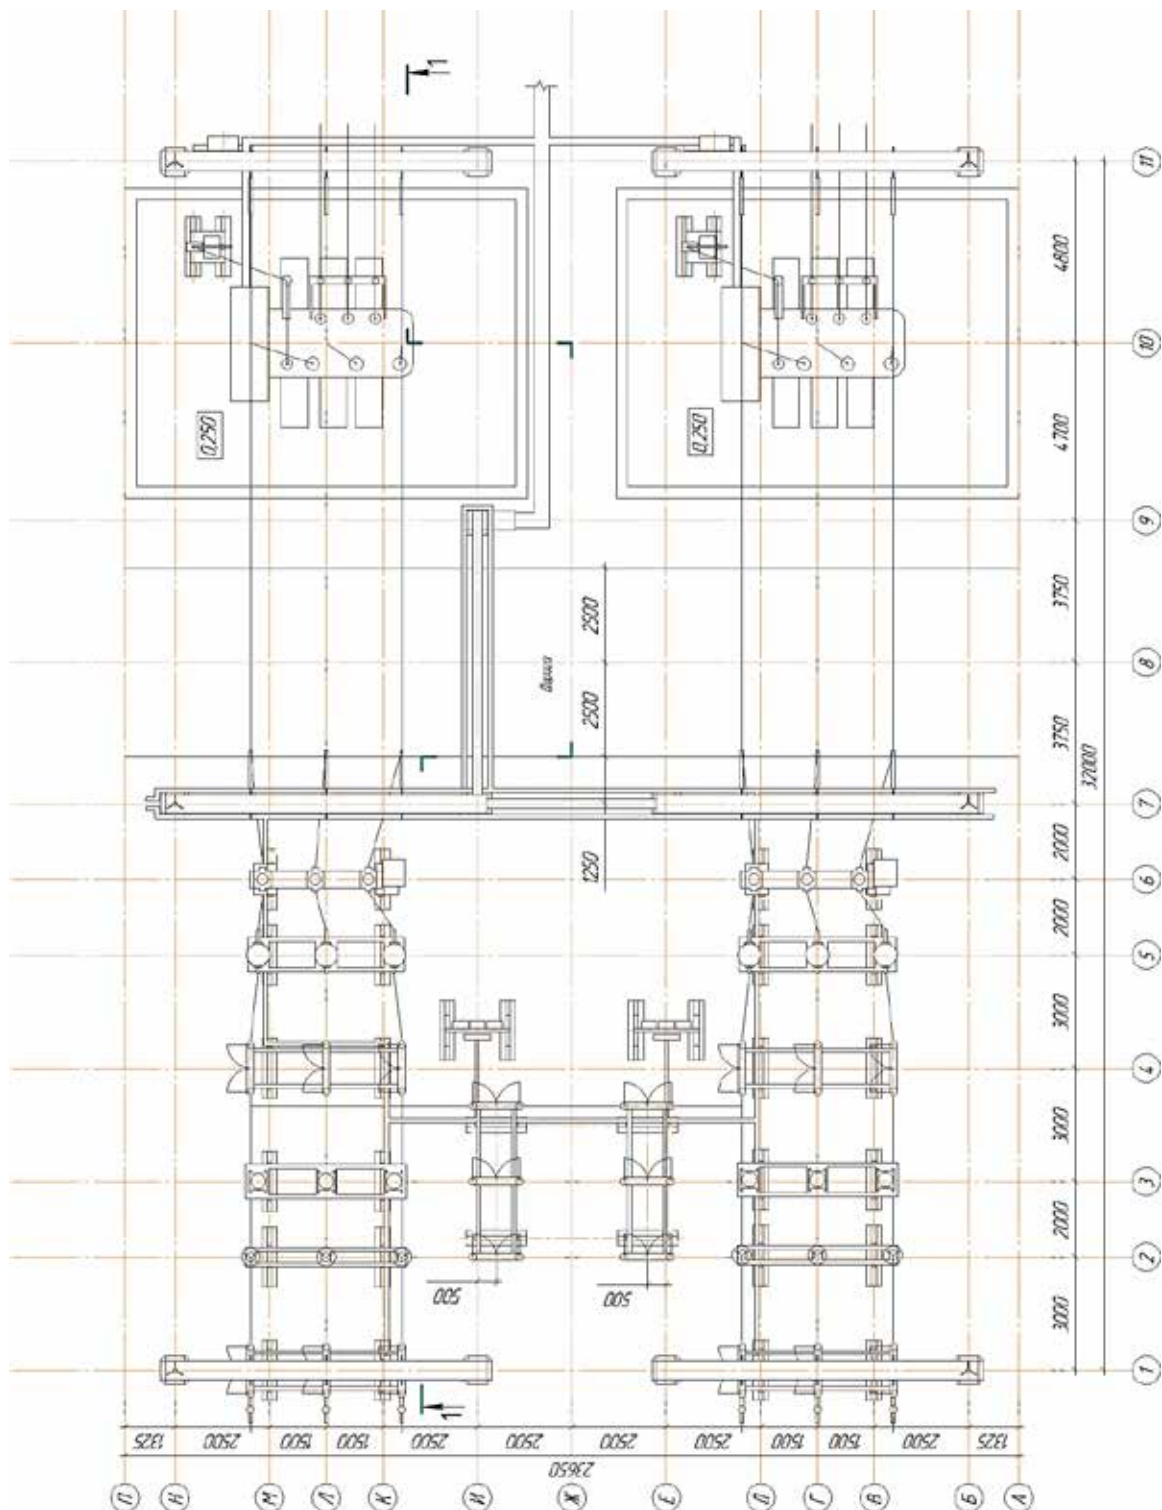
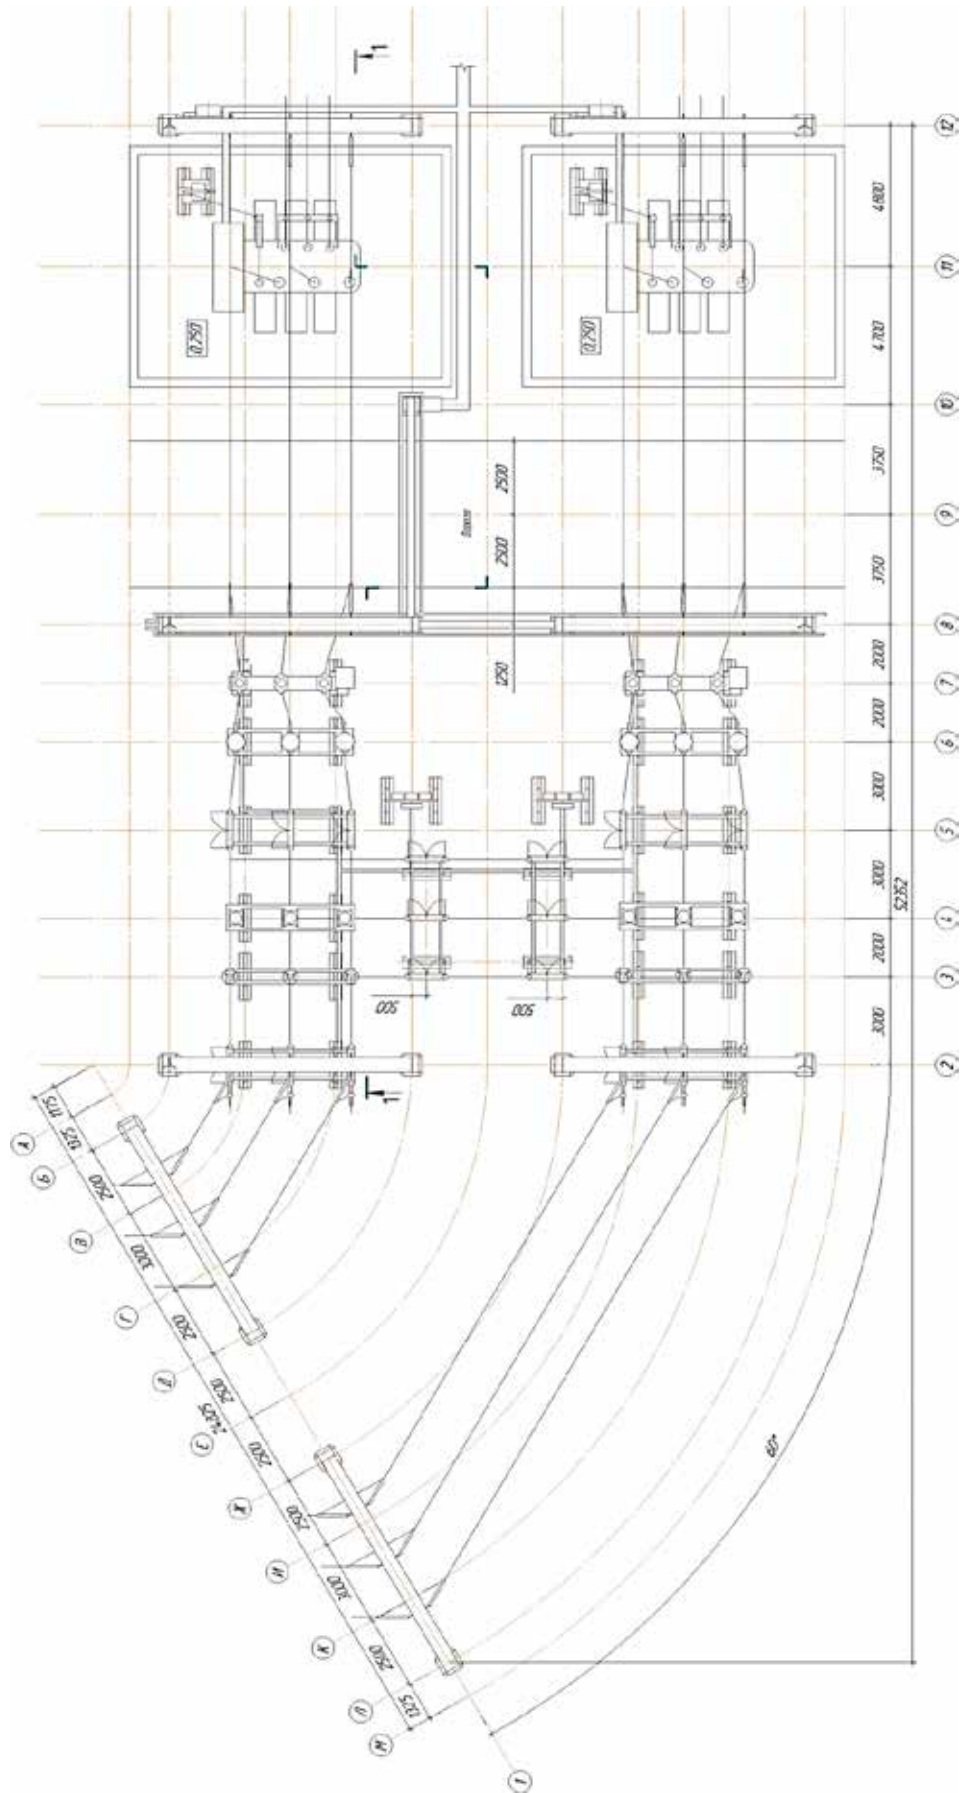

Рис. 13. План ОРУ-110 схемы 110-4Н
Рис. 17. План ОРУ-110 с заходом линий под углом 90° к оси подстанции
5.1 Пример планов подстанции и схем расположения элементов фундаментов показаны на рисунках Рис. 13-Рис. 17.показаны модели ОРУ-110 кВ.